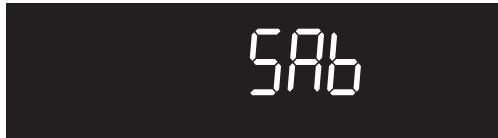

Figure 33 : Réglage du four pour le sabbat
5. Appuyer simultanément sur **< Bake Time> (durée de cuisson)** et **< Delay Start > (mise en marche différée)** pendant environ 3 secondes pour activer l'option Sabbat. Une fois la fonction réglée, le message **SAb** s'affiche à l'écran pour valider l'option Sabbat (Figure 33).